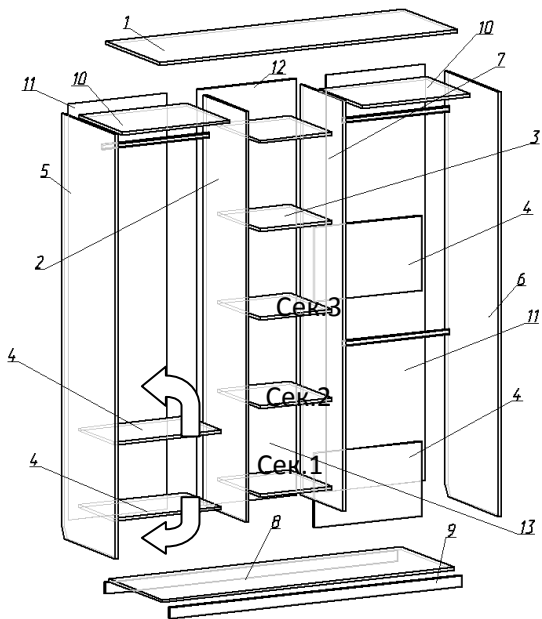

РИС.1 Схема сборки
4. Детали 2,5,6,7 стянуть между собой деталями 1,3,4,8,9,10 с помощью евроинтов 7x50, предварительно досверлив насквозь необходимые отверстия. **ВНИМАНИЕ: При необходимости увеличения внутреннего пространства шкафа детали 4 могут трансформироваться в ребра жесткости (поворот деталей по стрелкам см.Рис.1), для этого имеются дополнительные отверстия.**